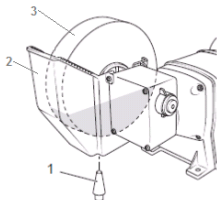

Рис.3 Мокрое шлифование
7.5. Щиток защитного экрана установить так, чтобы зазор между шлифовальным кругом и приставным щитком был не более 5 мм, см.рис.3.